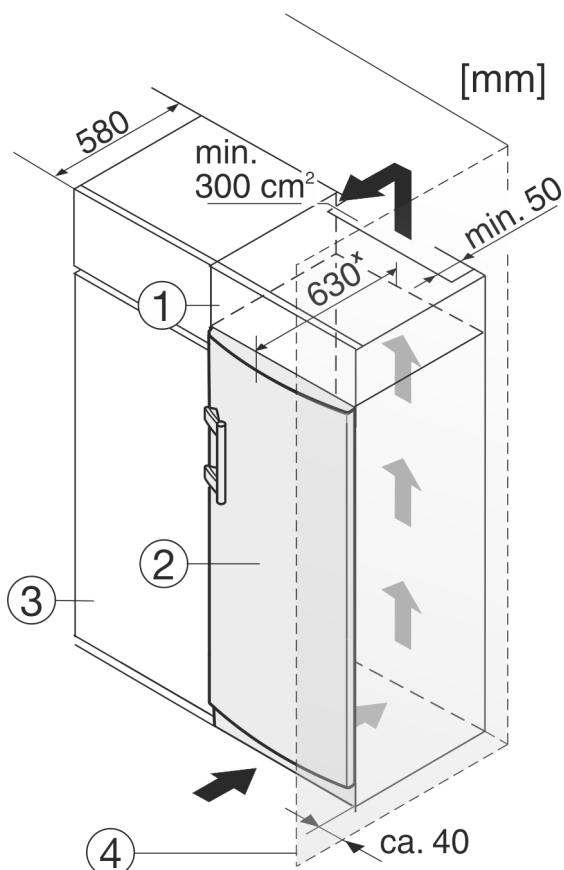

Fig. 10
- (1) Mobile da appoggio
- (2) Apparecchio
- (3) Mobile da cucina
- (4) Parete
L'apparecchio può essere incassato in mobili da cucina. Per adattare l'apparecchio Fig. 10 (2) all'altezza della cucina componibile, è possibile applicare sopra l'apparecchio un mobile da appoggio Fig. 10 (1).
Per il montaggio tra due mobili da cucina (profondità max 580 mm) è possibile posizionare l'apparecchiatura direttamente accanto al mobile da cucina Fig. 10 (3). L'apparecchiatura sporge rispetto al frontale del mobile da cucina di 34 mm * ai lati e di 50 mm * al centro dell'apparecchiatura.
Se si installa l'apparecchiatura con le cerniere accanto a una parete Fig. 10 (4), la distanza tra l'apparecchiatura e la parete deve essere di almeno 40 mm, che corrisponde alla sporgenza della maniglia a porta aperta.